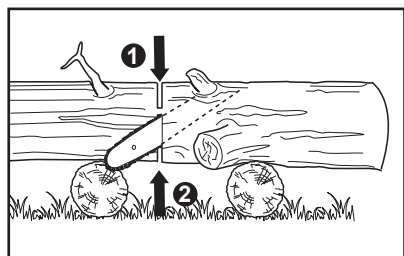

Fig. 34
3. Când bușteanul este susținut la ambele capete (Fig. 34), taie o treime din diametru în partea de deasupra (scurtare de deasupra). Apoi fă tăietura finală de dedesubt pentru cele două treimi rămase, până ajungi la prima tăietură.